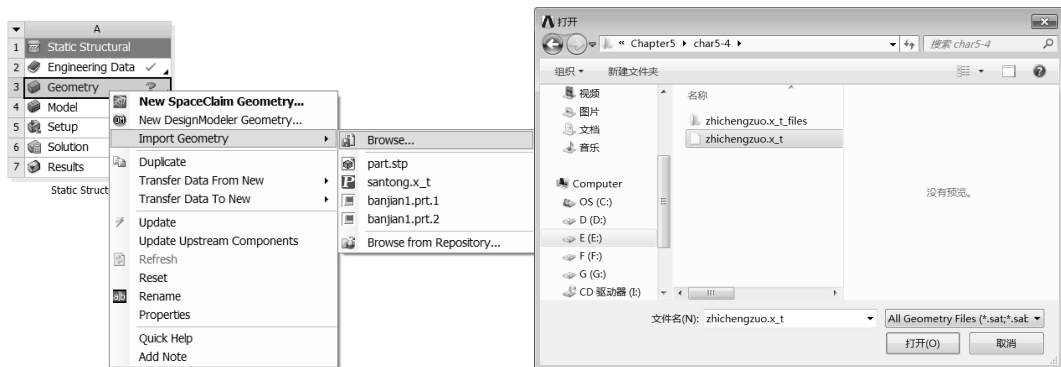

图 5-123 导入模型
Step9：在 A3 栏的 Geometry 上右击，在弹出的快捷菜单中选择 Import Geometry Browse 命令，在弹出的对话框中选择需要导入的模型 zhichengzuo.x_t，如图 5-123 所示。